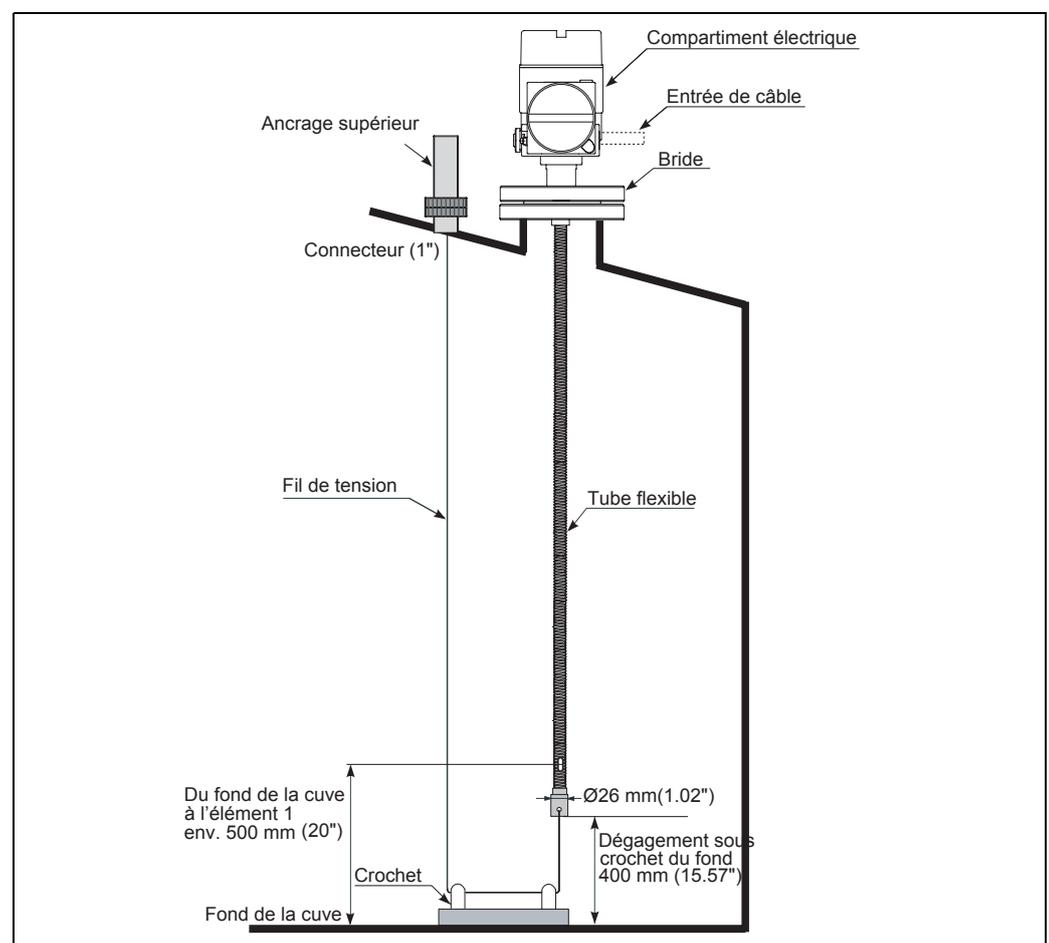

Fig. 7 : Application avec ancrage supérieur
- Enroulez le fil de tension deux fois autour du trou du crochet de fond, serrez-le et enroulez le fil fourni autour (voir fig. 7).